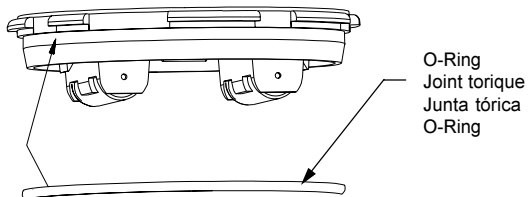

Figure 5
4. As noted in Figure 5, re-install o-ring on electronics module. Press module gently down into meter cover.
4. Comme indiqué dans la figure 5, réinstallez le joint torique sur le module électronique. Enfoncez doucement le module dans le couvercle du débitmètre.
4. Den O-Ring Abbildung 5 entsprechend wieder am Elektronikmodul anbringen. Modul vorsichtig wieder auf die Abdeckung der Anzeige aufdrücken.